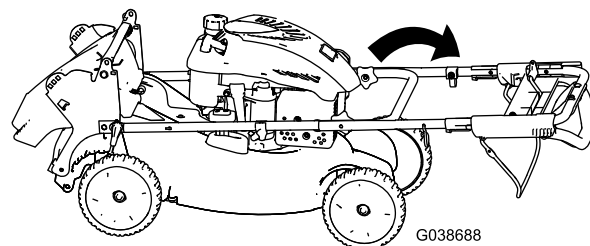

Figure 24
3. Faites pivoter tout le guidon en avant (Figure 24).